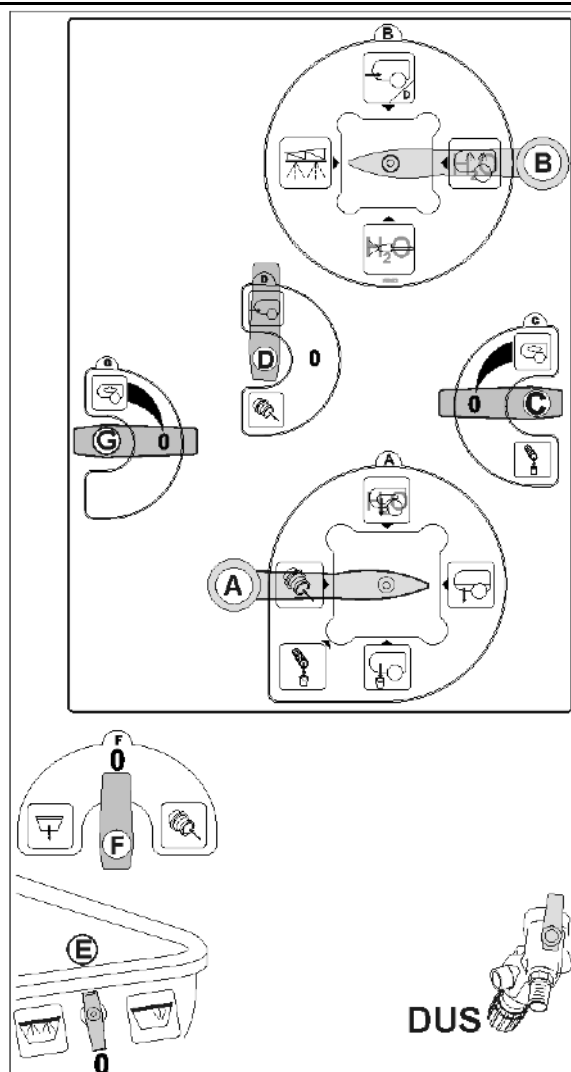

图 132
每天清洁农用喷杆式喷雾机后，再清洗吸滤器（图 132）。
1. 拧开吸滤器的盖子（图 132/2）。
2. 取出盖子与吸滤器（图 132/3）并用水清洗。
6. 拧开吸滤器的盖子（图 132/2）。
7. 操作吸滤器减压阀（图 132/1）。
8. 取出盖子与吸滤器（图 132/3）并用水清洗。